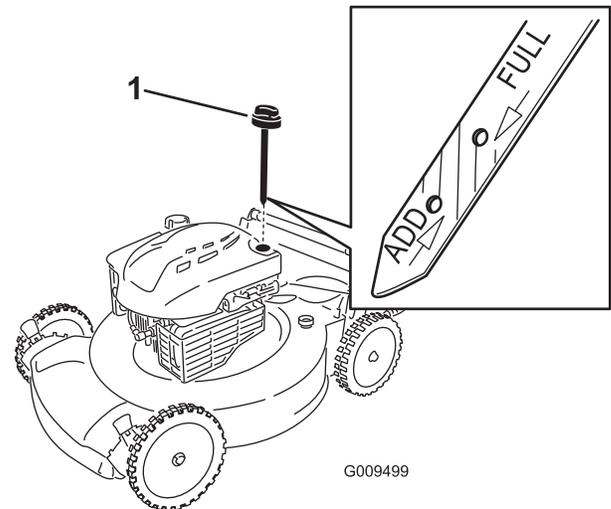

Figure 11
2. Retirez la jauge, essuyez-la sur un chiffon et remettez-la dans le goulot de remplissage (Figure 11).
3. Sortez de nouveau la jauge et contrôlez le niveau d'huile (Figure 11). Si le niveau n'atteint pas le repère **minimum** (Add) de la jauge, versez lentement suffisamment d'huile dans le goulot de remplissage pour faire monter le niveau au repère **maximum** (Full). **Ne remplissez pas excessivement.**